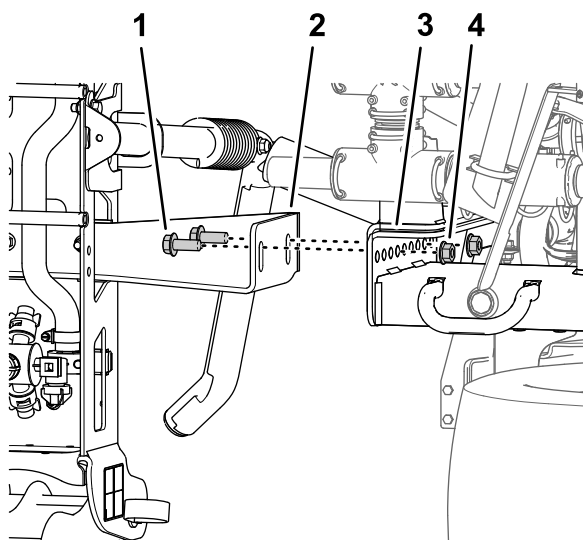

Figura 45
- Rimuovete i 4 bulloni a testa flangiata (1/2" x 1 1/4") e i 4 dadi di bloccaggio flangiati (1/2") che fissano le staffe di supporto della sezione di irrorazione centrale alla piastra di montaggio sul telaio della macchina e rimuovete la sezione di irrorazione centrale dalla macchina (Figura 45).